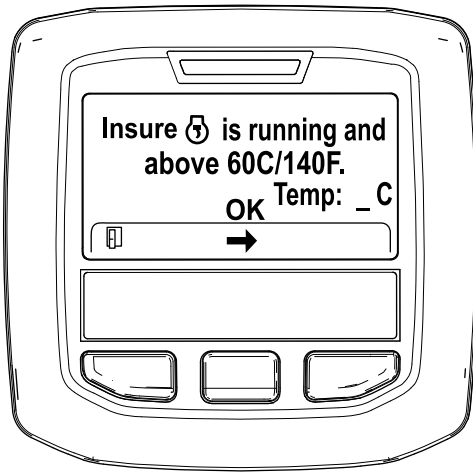

Figure 52
5. Si la température du liquide de refroidissement est inférieure à 60 °C, le message « Insure is running and above 60C/140F » (vérifier que *** fonctionne et est supérieure à 60 °C/140 °F) s'affiche (Figure 52).